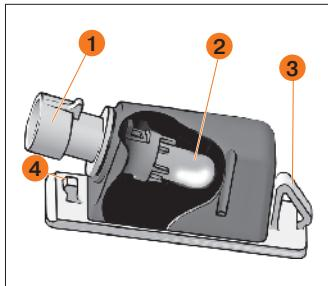

Рис. 87. Фонарь освещения номерного знака
Для замены лампы в **фонаре освещения номерного знака** снимите его с автомобиля. В посадочном гнезде фонарь удерживается пружинной защелкой 3 и фиксатором 4 (рис. 87).
- воздействуя с левой стороны фонаря, например, лезвием ключа выключателя зажигания, аккуратно сдвиньте его вправо и выведите фиксатор 4 из зацепления (рис. 87);
- воздействуя на пружинную защелку 3 с правой стороны фонаря лезвием ключа, аккуратно сдвиньте ее влево и выведите фонарь из посадочного места (рис. 87);
- повернув патрон 1 (рис. 87) против часовой стрелки, выньте его в сборе с лампой из корпуса фонаря и извлеките лампу 2 (рис. 87), потянув ее на себя.